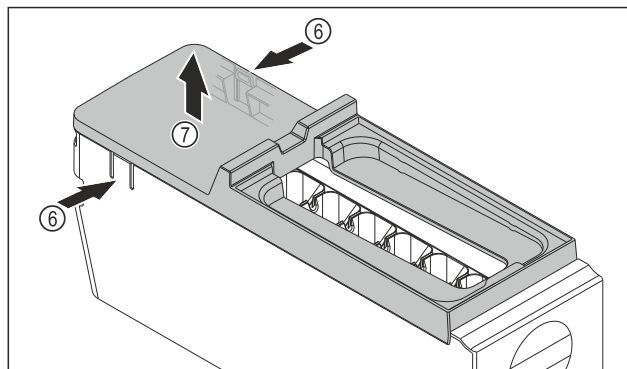

Fig. 189
- Wyjmowanie osłony korpusu EasyTwist-Ice: Docisnąć jedną ręką nakładki Fig. 189 (6) po obu stronach korpusu EasyTwist-Ice.
- Drugą ręką wyjąć osłonę Fig. 189 (7) ku górze.